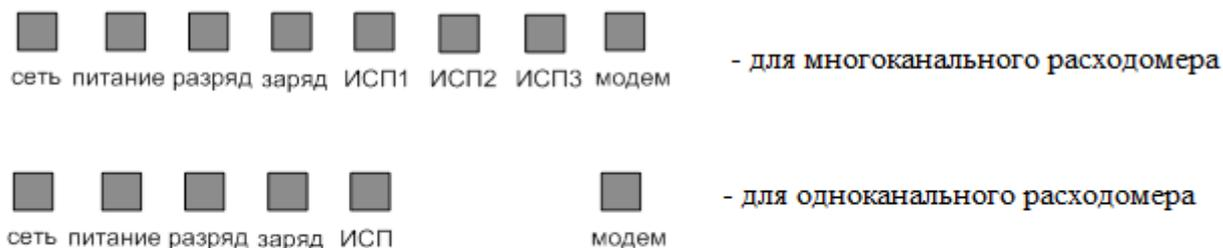

Рисунок 1 - Светодиодная матрица
2.7.2 Контроль работы РШ осуществляется при помощи светодиодной линейки, расположенной на его передней панели (рисунок 1).